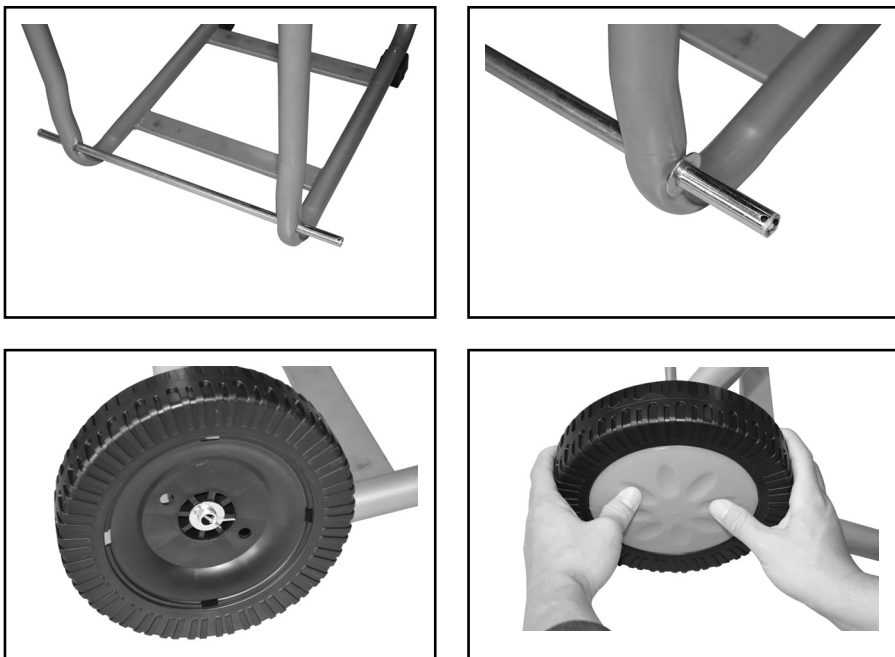

Fig. 6
4. Montez les pneus sur le cadre de base à l'aide de l'essieu, des quatre rondelles plates et des deux goupilles de butée. Installez ensuite les enjoliveurs en appuyant dessus (Fig. 6).